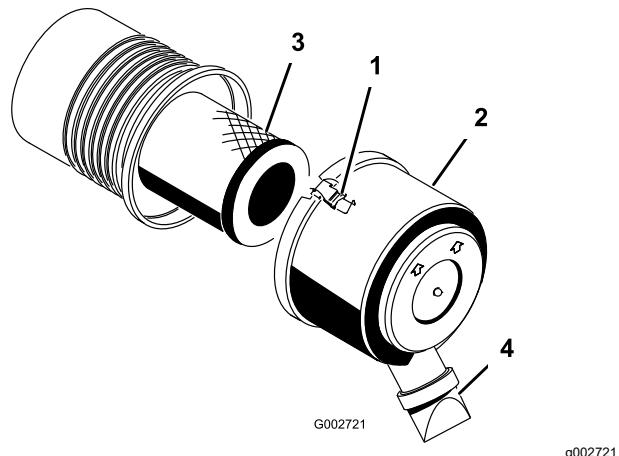

Figure 28
1. Desserrez les attaches qui fixent le couvercle sur le boîtier du filtre à air (Figure 28).